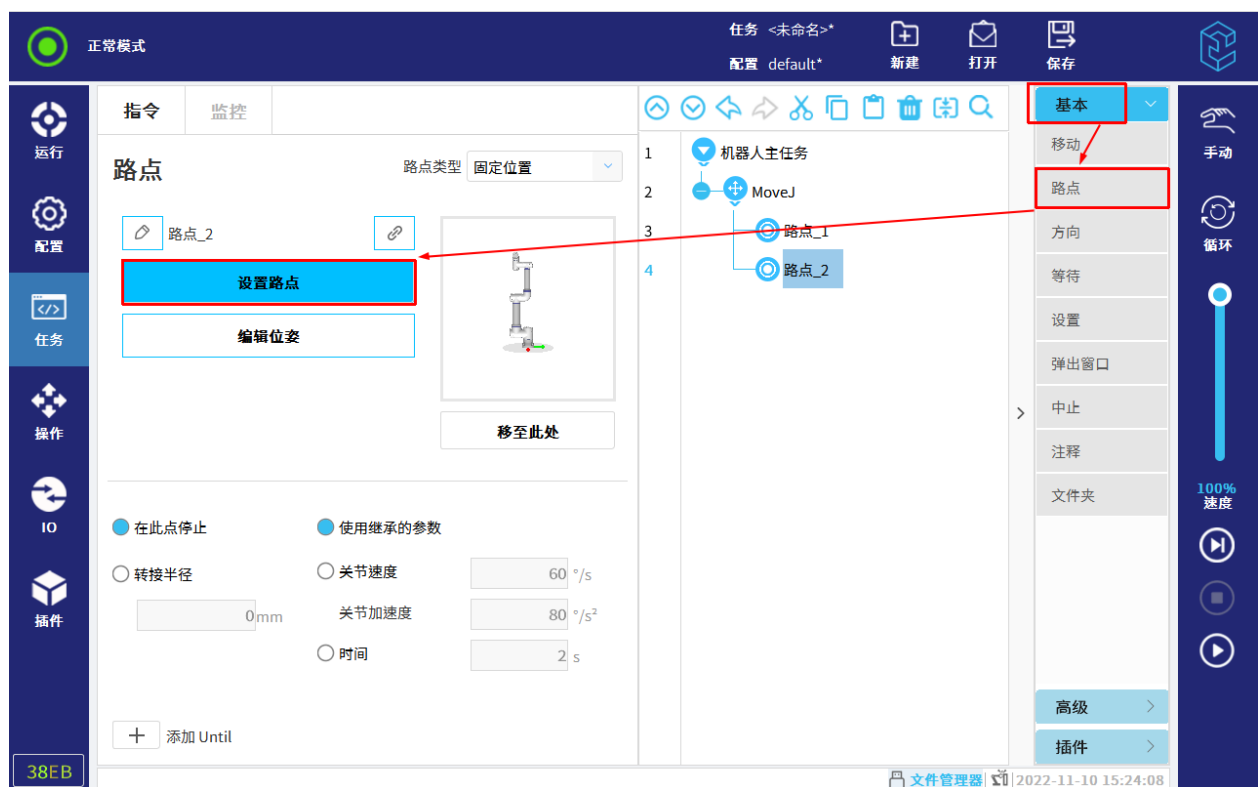

图 12-10 路点
路点是机器人路径上的点，是机器人任务的核心要素，用于记录机器人到达的目标点位的节点，如图 12-10 所示。
5. 设置完成后，路点节点以蓝色显示，如图 12-10 所示。